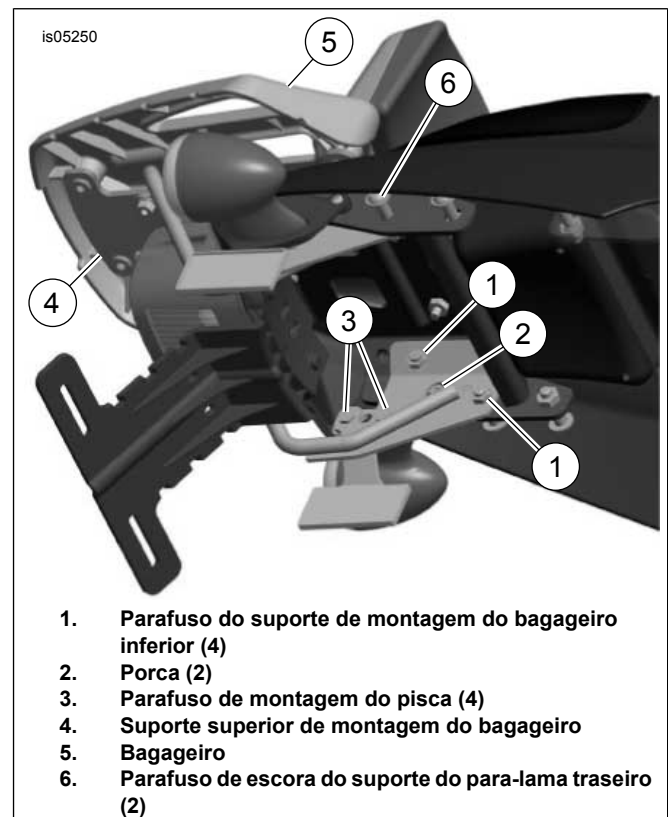
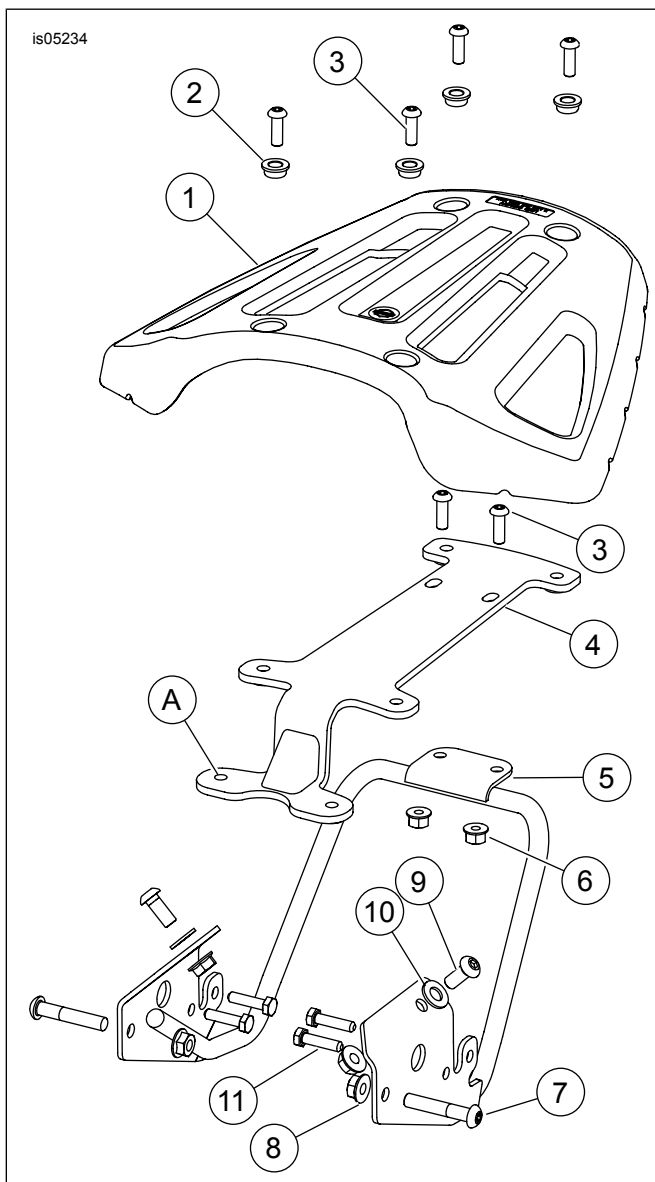

Figura 1. Instalação do bagageiro
Figura 2. Peças de reposição: Bagageiro XR1200
Veja Figura 2 e Tabela 1.
3. Veja Figura 1. Remova os parafusos de montagem do pisca (3) e descarte-os. Deixe o pisca suspenso pelo chicote de fios, até a instalação do suporte inferior.
4. Remova os parafusos de escora do suporte do para-lama traseiro (6) e descarte-os.
1. Veja Figura 2. Instale o suporte de montagem inferior do bagageiro com os parafusos (9), as arruelas lisas (10) e as porcas (8). O suporte será montado em torno da porca (Item 2 na Figura 1). Aperte com torque de 26 N·m (19 ft-lbs).
2. Instale os parafusos (7) e as porcas (8) através da escora do suporte do para-lama traseiro e do suporte de montagem inferior do bagageiro. Aperte com torque de 26 N·m (19 ft-lbs).
3. Oriente os chicotes de fios dos piscas através das ranhuras no suporte. Instale os novos parafusos de montagem do pisca (11). Aperte os parafusos com torque de 4–7 N·m (3–5 ft-lbs).
5. Instale o suporte de montagem superior do bagageiro (4) com o equipamento original de parafusos da base do assento nos furos inferiores (A). Não aperte por enquanto.
6. Instale os parafusos (3) nos furos ranhurados no suporte de montagem superior do bagageiro (4) e as porcas flangeadas (6). Deslize o suporte superior o mais para trás possível nas fendas. Aperte os parafusos (3) com torque de 13,5 N·m (10 ft-lbs)